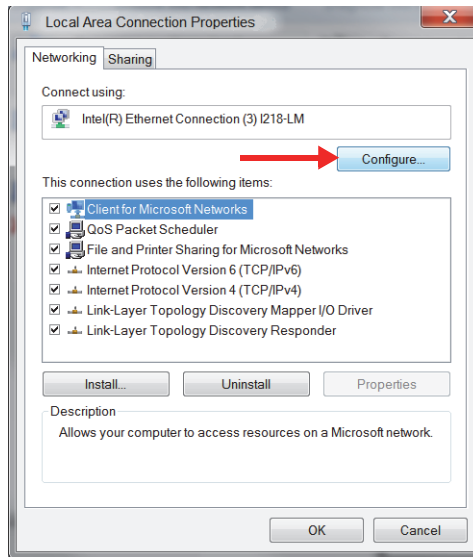

Figura 1-7 Selección de configuración
3. En la pestaña **Networking** (Red), haga clic en **Configure** (Configurar) [ver Figura 1-7 en la página 31].